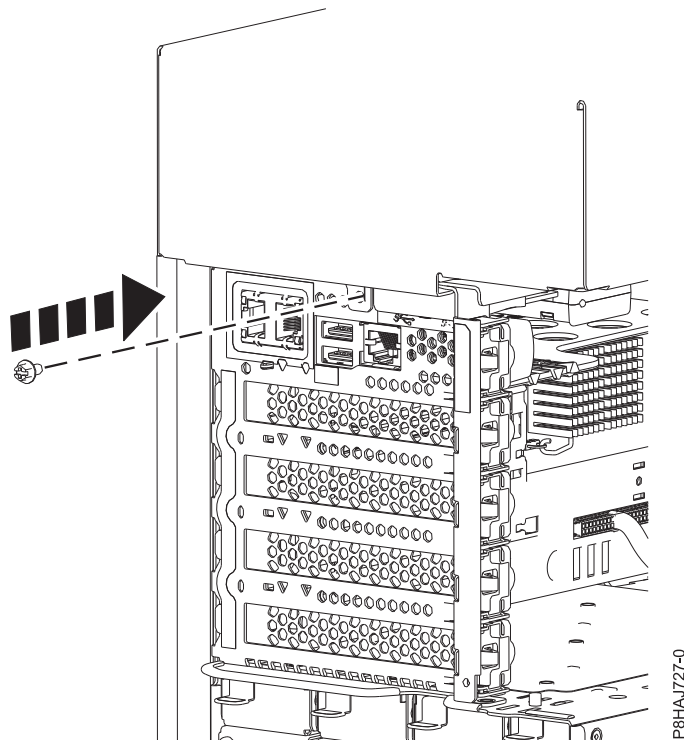

Figura 27. Colocación del tornillo de la cubierta lateral de 8286-41A
5. Ponga el tornillo posterior de la cubierta lateral con un destornillador de estrella, tal como se muestra en la Figura 27 en la página 45.